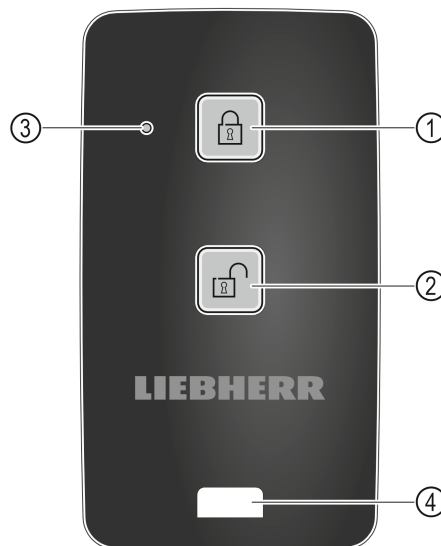

Fig. 165
- (1) Verrouiller la serrure
- (2) Déverrouiller la serrure
- (3) LED d'état
- (4) Œillet de fixation
- Appuyer sur la touche Fig. 165 (1) de la télécommande.
- Appuyer sur la touche Fig. 165 (2) de la télécommande.
- La LED d'état Fig. 165 (3) émet un signal visuel lorsqu'on appuie sur une touche.
- Œillet Fig. 165 (4) pour attacher la télécommande, par exemple à un trousseau de clés.